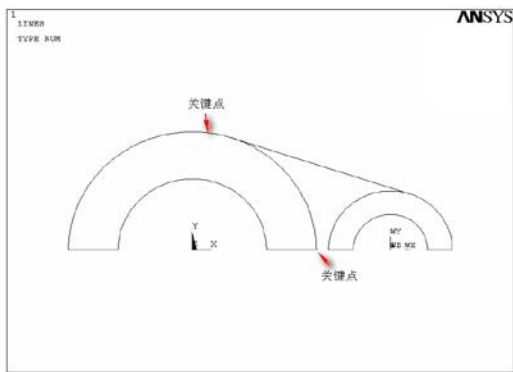
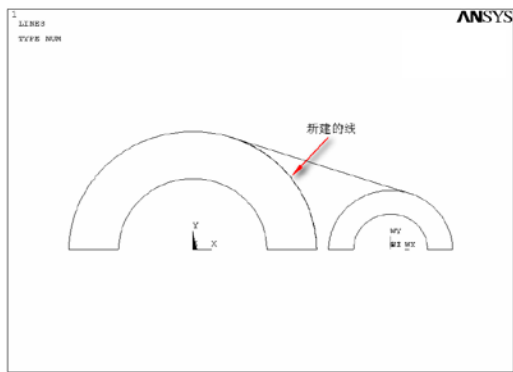

图 3-68 创建切线的结果
图 3-69 创建线
所得结果如图 3-68 所示。
①将激活的坐标系设置为总体柱坐标系。从应用菜单中选择 Utility Menu: WorkPlane > Change Active CS to > Global Cylindrical。
②创建直线。
①从主菜单中选择 Main Menu: Preprocessor > Modeling > Create > Lines > Lines > In Active Coord。
②拾取如图 3-68 中的大圆小段圆弧上的两个关键点，然后单击“OK”按钮，如图 3-69 所示。